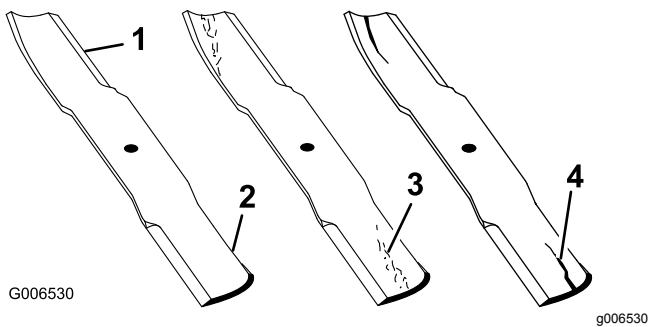

Bild 51
1. Untersuchen Sie die Schnittkanten (Bild 51).
2. Prüfen Sie die Schnittmesser, insbesondere den gebogenen Bereich (Bild 51).
Rillenbildung in diesem Bereich feststellen (Punkte 3 und 4 in Bild 51).